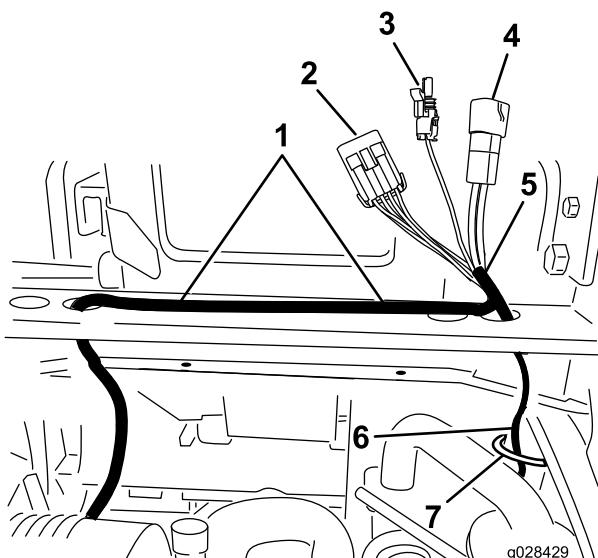

Рисунок 23
3. Со стороны жгута проводки, где находится большой разъем, проложите длинный провод кабины (с 3 разъемами) вниз по стойке конструкции защиты при опрокидывании (ROPS), под элементом рамы задней панели и вверх через отверстие в нижней части панели управления (Рисунок 23).